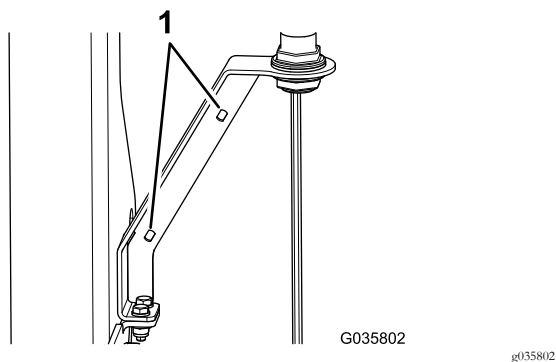

Figura 14
9. Inserte una brida a través de cada uno de los 2 taladros del soporte de la baliza (Figura 14), y fije el cable.